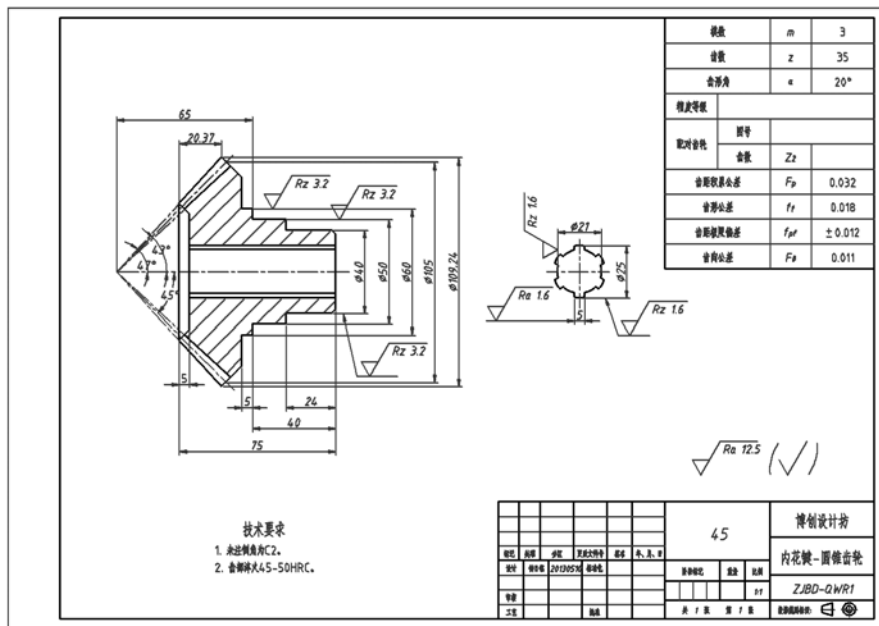

图 8-149 工程图练习
- 5) 上机练习: 绘制如图 8-149 所示的工程图(零件图)。相关的尺寸也可以由读者来决定。